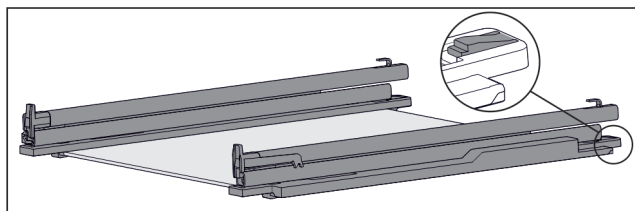

Fig. 154 Glasplatte mit Schienen und Halteteilen
- Halteteil hinten herunterdrücken (siehe Fig. 154) und gleichzeitig Schiene nach hinten schieben.